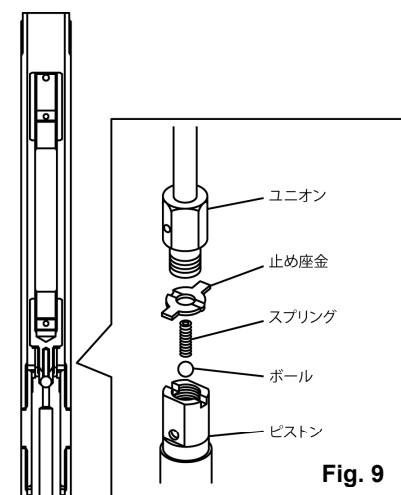

Fig. 9
- 8) ユニオンとピストンを止めている止め座金の折り曲げ部分を開き、スパナを使用してユニオンとピストンを分解し、ボールとスプリングを取り出してください。(Fig. 9)